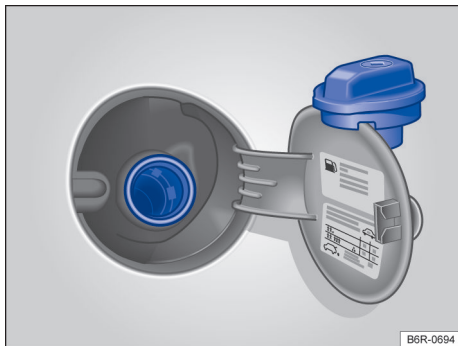

Fig. 116 Portinhola do tanque de combustível aberta com a tampa do tanque de combustível pendurada.
- Girar a tampa do tanque no sentido anti-horário e pendurá-la em cima da portinhola do tanque de combustível → Fig. 116.